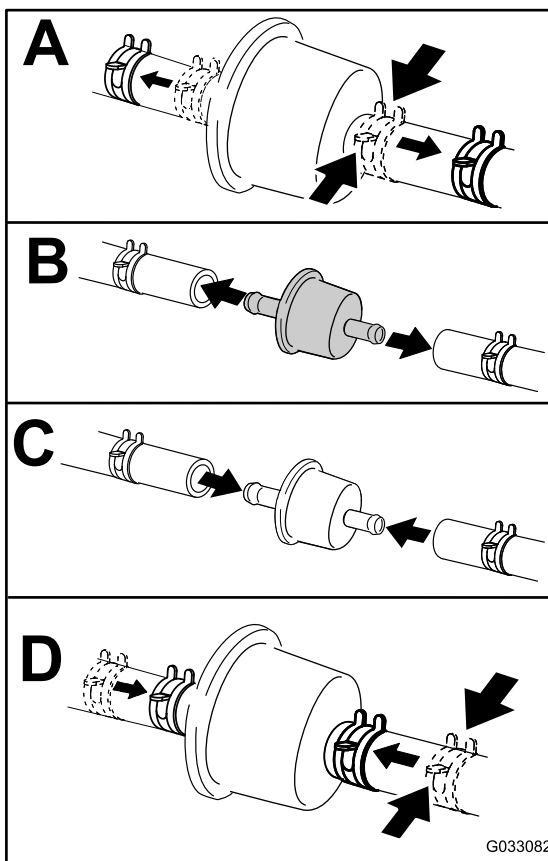

Рисунок 51
5. Замените топливный фильтр (**Рисунок 51**).